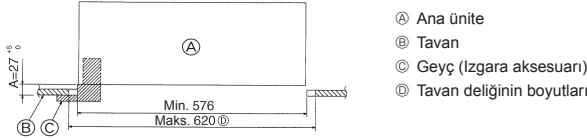

Fig. 2-6
- Ana ünite tavandaki montaj deliğiyle hizalanamıyorsa, montaj levhasındaki bir yarık vasıtasıyla ayarlanabilir. (Fig. 2-6)